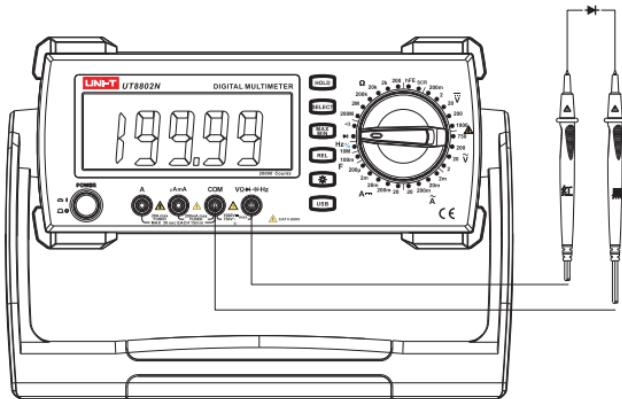

图8. 二极管(LED)测量
- 2) 将旋转开关转到测量档►, 图8,将表笔并联到被测二极管。